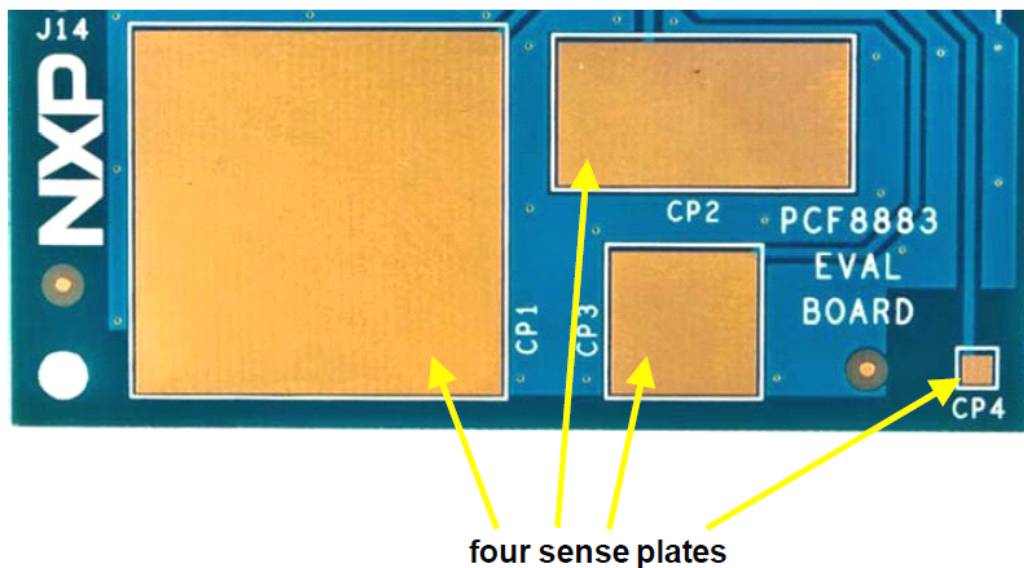
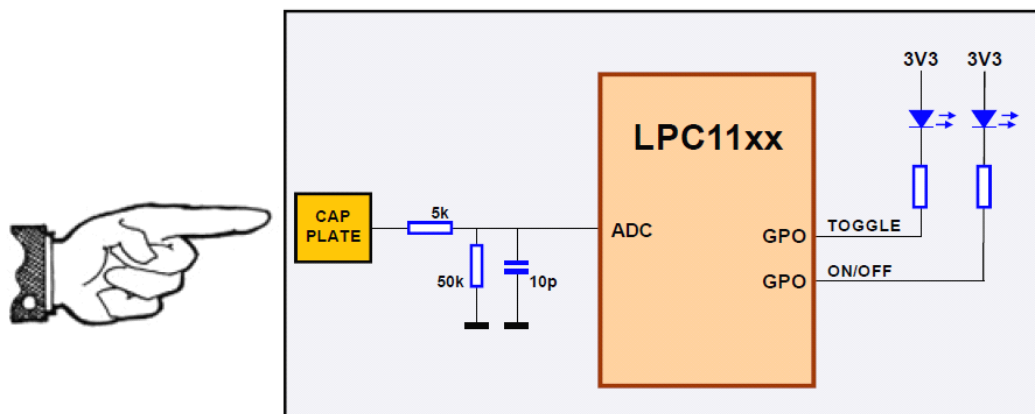

图 1
图 2
手册中使用的电容式触摸传感器位于 PCF8883 评估板的 PCB 板上的镀铜区域(见图 1)。4 个传感器中有一个通过阻容网络 (RC) 与 LPC11XX 微控制器 ADC 输入端连接(见图 2)。